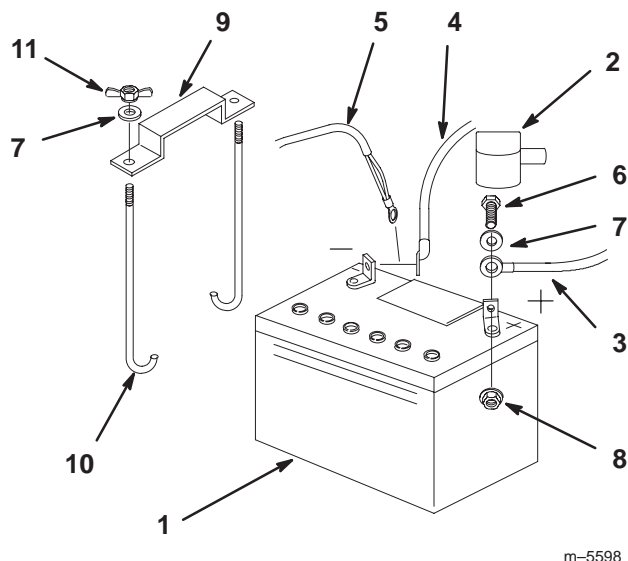

Figure 62
1. Placez la batterie dans son support en tournant les bornes vers le moteur (Fig. 62).
4. Fixez les câbles à l'aide de 2 boulons (1/4 x 3/4"), 2 rondelles (1/4") et 2 contre-écrous (1/4") (Fig. 62).
6. Fixez la batterie en position avec des boulons en J, une barrette de maintien et 2 rondelles (1/4"), ainsi que 2 écrous papillons (1/4") (Fig. 62).
3. Débranchez d'abord le câble négatif et le câble de masse de la borne négative (–) de la batterie (Fig. 62).
4. Ôtez le capuchon rouge de la borne positive (rouge) de la batterie. Retirez ensuite le câble positif (rouge) de la batterie (Fig. 62).
5. Retirez les deux écrous papillons (1/4") de fixation de la barrette de maintien de la batterie (Fig. 62).